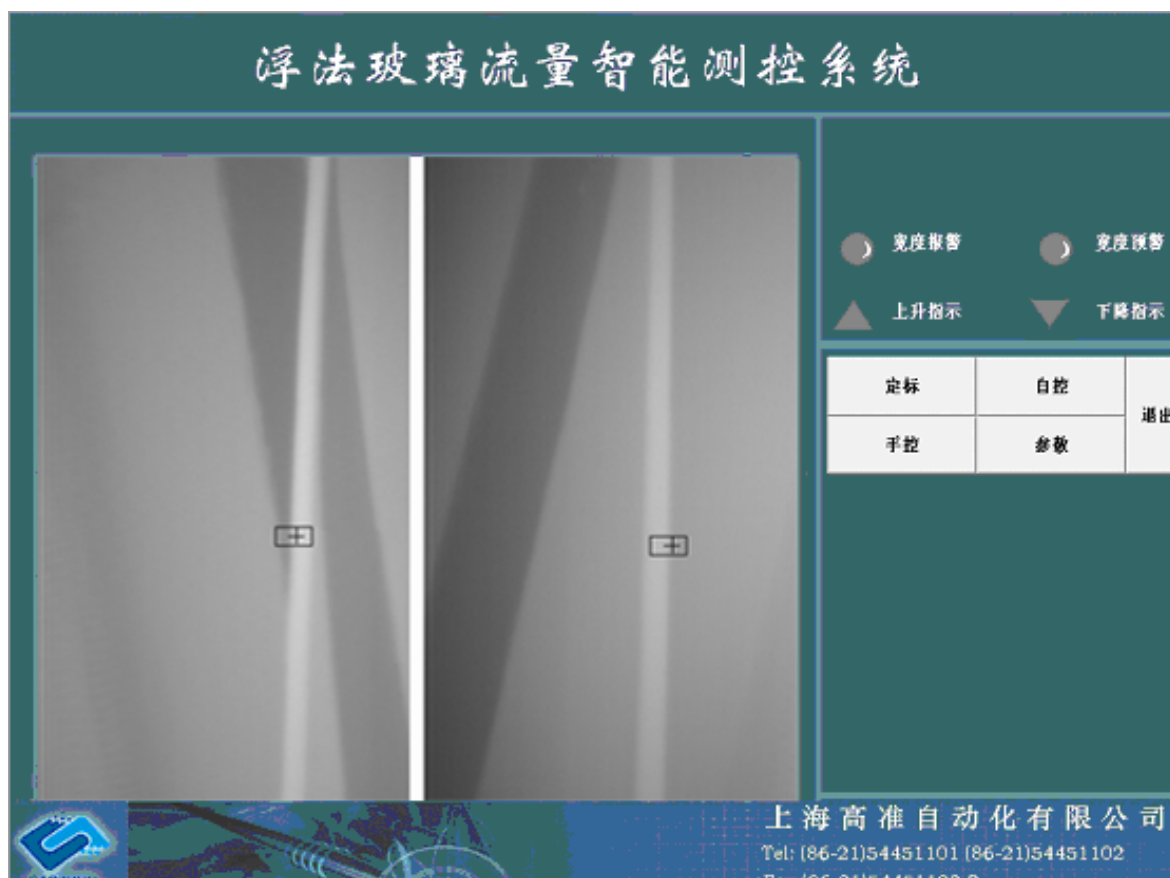

图 4 主界面
1. 计算机重新启动之后,将自动进入浮法玻璃宽度智能测控系统并显示其主界面。主界面如图 4 所示：